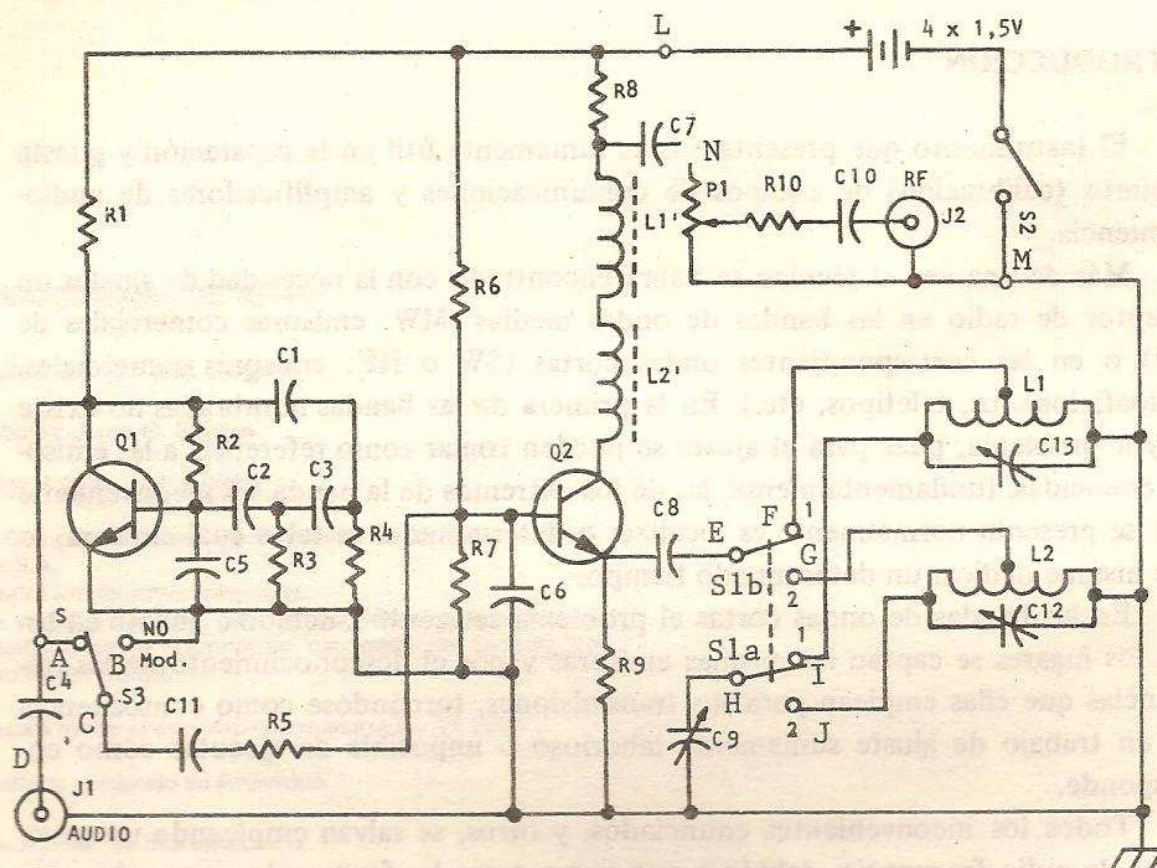

Figura 1 - Circuito del generador de AF-RF.
- Seguendo el circuito de la figura 1.